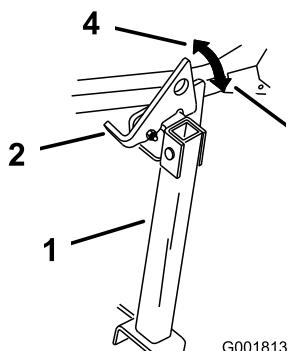

Figura 26
2. Alzate il dispositivo di chiusura per sbloccarlo (Figura 26).